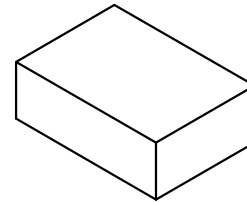

图3 内塑胶盒装
- 2: 如图3, 每塑胶盒装5小袋, 装盒后贴上物料标签, 数量为5X1000pcs。